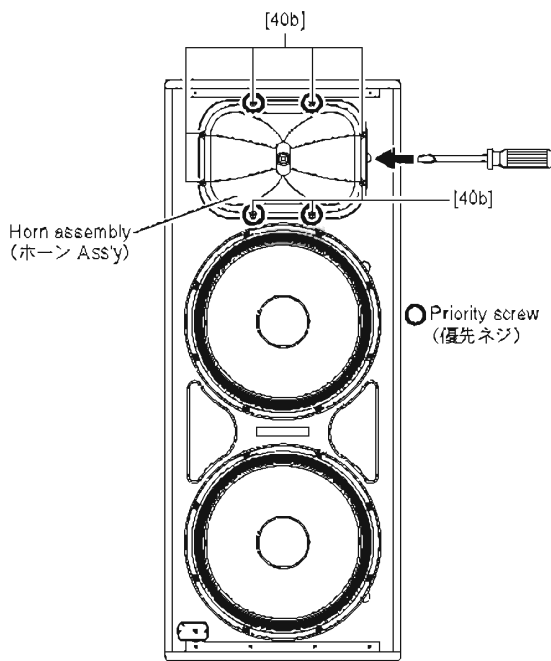
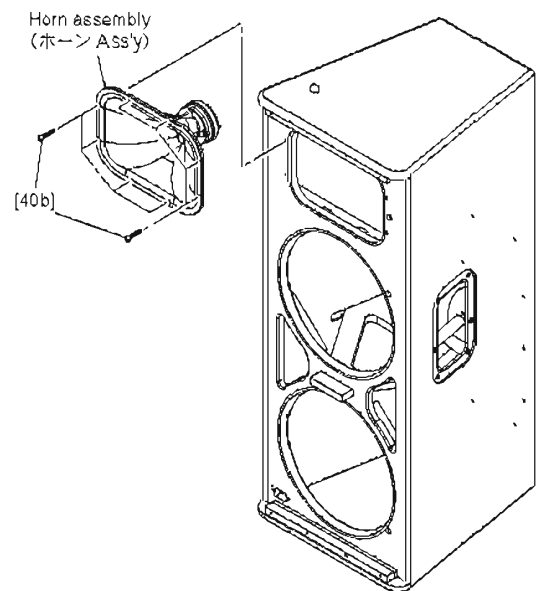

Fig. 4 (図 4)
Fig. 5 (図 5)
- 3-2. Remove the eight (8) screws marked [40b]. (Fig. 4, 5)
- 3-3. Insert the flat blade screwdriver or the like into the cavity of the cabinet, and push the horn assembly up to remove it. (Fig. 4, 5)
* When installing the horn assembly, first tighten the four (4) priority screws as shown in Fig. 4.
- 3-2. [40b] のネジ 8 本を外して、ホーン Ass'y を外します。(図 4、図 5)
- 3-3. キャビネットの切り欠きにマイナスドライバーなどを差し込んで、ホーン Ass'y を浮かせて外します。(図 4、図 5)
※ ホーン Ass'y を取り付けるときは、図に示す優先ネジ 4 本を先に締めてください。(図 4)